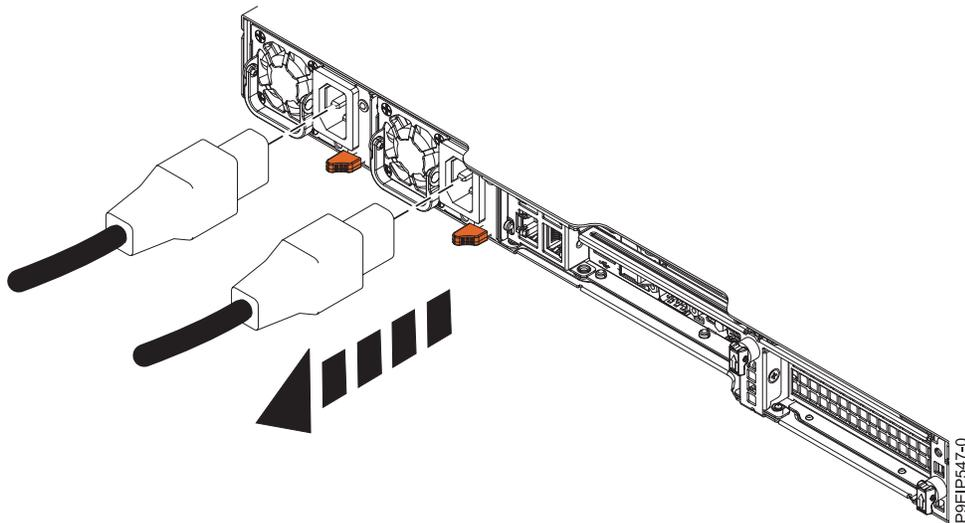

Figura 58. Extracción de los cables de alimentación del sistema
2. Etiquete y desconecte los cables de alimentación de la unidad del sistema como se muestra en la Figura 58.